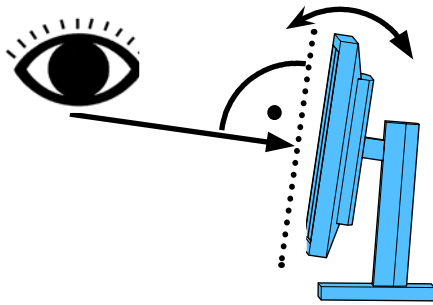

Fig. 8
- ⇒ Oriente el monitor de tal manera (inclinar, girar sobre el pie de apoyo) que la dirección de visión se encuentre en todos los niveles verticalmente hacia el monitor (Fig. 8 / 9).